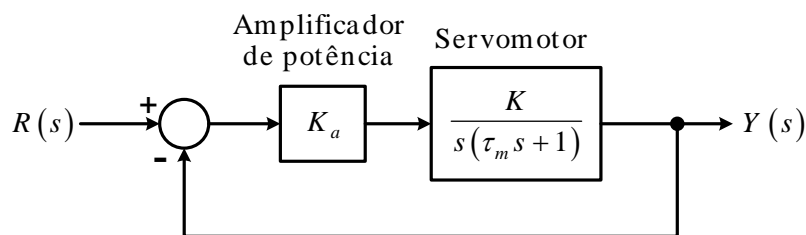

Figura 2
3. Considere o sistema de controle da Figura 2, empregado em uma *plotter* digital.